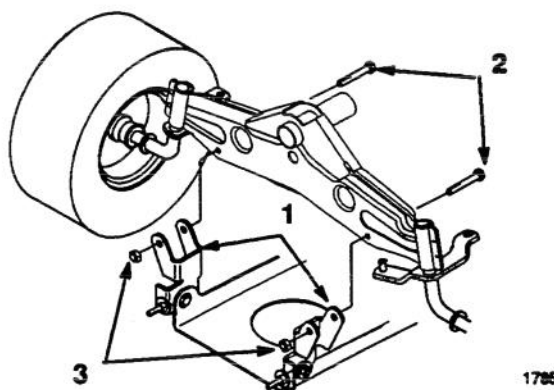

Figure 5
- Poser et fixer les supports de pivots de la tondeuse sur l'essieu avant au moyen des boulons et des écrous de blocage (Fig. 5). Serrer les fixations.